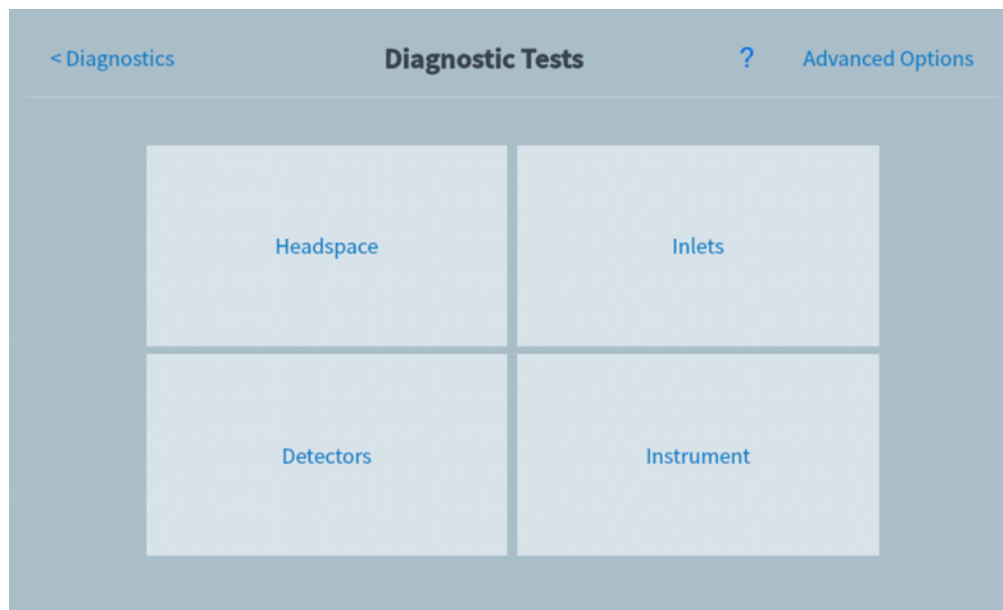

Figure 40. Page de tests de diagnostic
- 2 Sélectionnez **Tests de diagnostic**. La page Tests de diagnostic apparaît. Voir **Figure 40**.